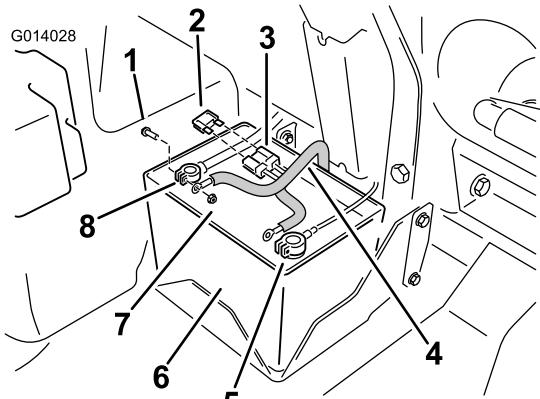

Figure 17
- Attachez la borne en anneau positive rouge du faisceau électrique à la fixation du câble rouge de la batterie (Figure 17).
5. Connectez la borne en anneau négative noire au câble négatif de la batterie (Figure 17).
8. Au niveau de la batterie, placez le fusible dans le connecteur ouvert du faisceau de câblage (Figure 17).